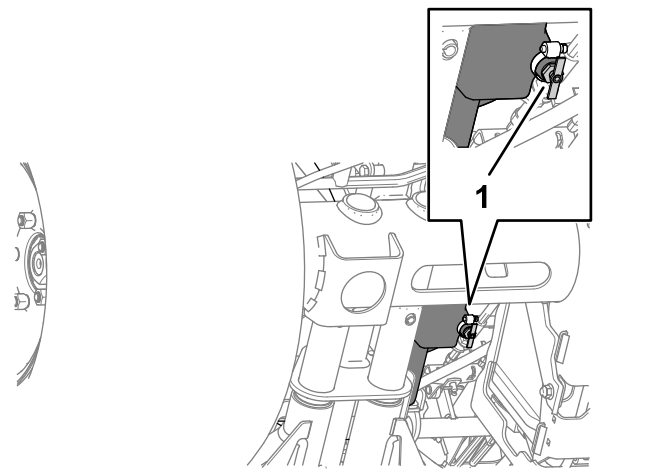

図 89
- 燃料タンクのドレンバルブの下に回収容器を置く 図 89。